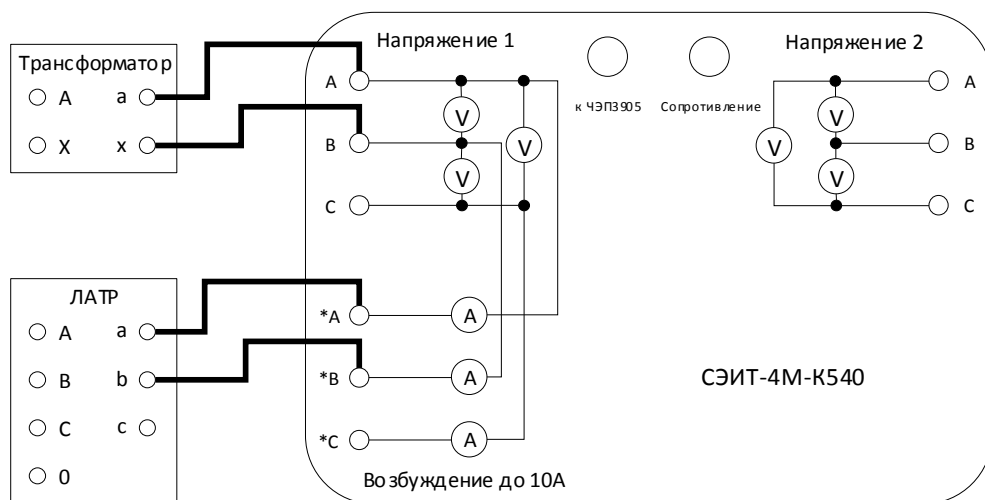

Рис. 12. Схема соединений для опыта холостого хода однофазного трансформатора
**5.3.1.3.** Для проведения опыта с однофазным трансформатором собирается схема, представленная на рис. 12.